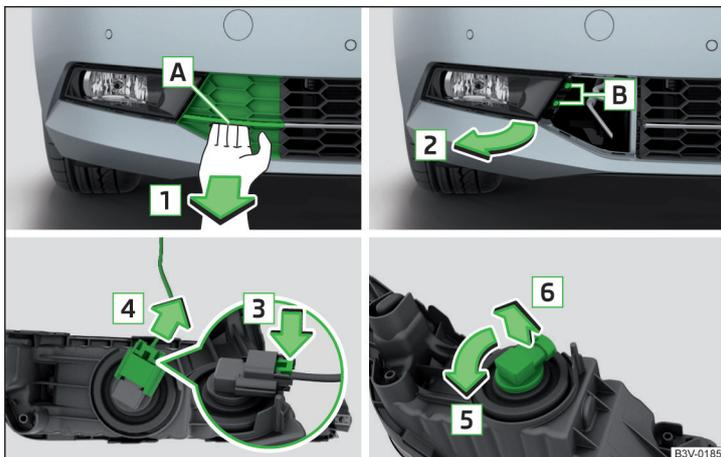

Abb. 359 Nebelscheinwerfer herausnehmen / Glühlampe wechseln
- › Die Finger in die Öffnung **A** einführen und das Gitter durch Ziehen in Pfeilrichtung **1** » Abb. 359 herausnehmen.
- › Den Nebelscheinwerfer entgegen der Pfeilrichtung **2** » Abb. 359 einsetzen und festschrauben.